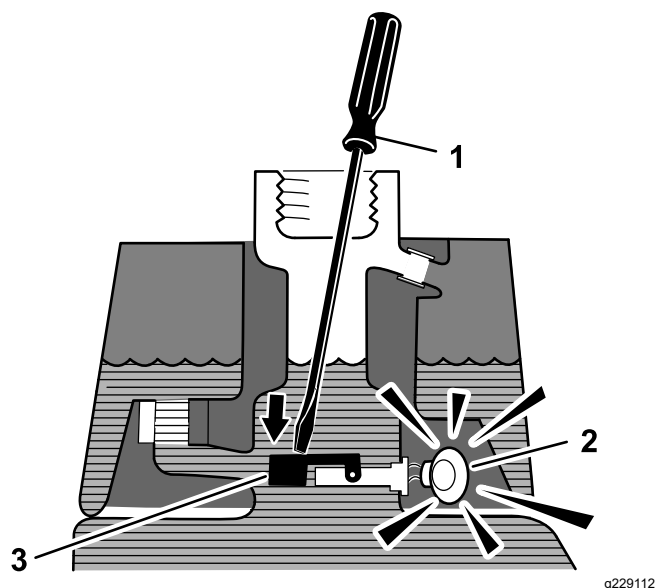

図 52
3. 汚れのついていない鉄の棒やねじ回しなどをタンクの首から差し込んで、フロートスイッチ 図 52 を押し下げる1 秒後にアラームがなれば正常。